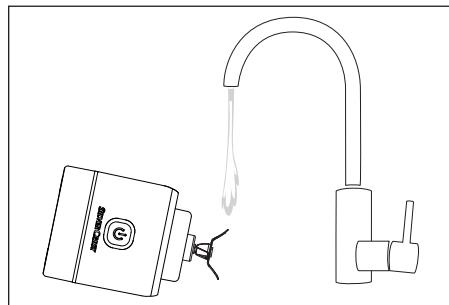

Abb. 2
- Spülen Sie nur das Kreuzmesser 5 vorsichtig, ggf. mit einer Spülburste, unter fließendem Wasser. Achten Sie dabei darauf, dass kein Wasser auf den Motorblock 9 fließt und tauchen das Gerät nicht in Wasser! Kippen Sie das Gerät so, dass nur das Kreuzmesser 5 in den Wasserstrahl hineingagt (siehe Abb. 2). Wenn Sie die Reinigung direkt nach der Verwendung durchführen, dann lassen sich Verschmutzungen leichter lösen.